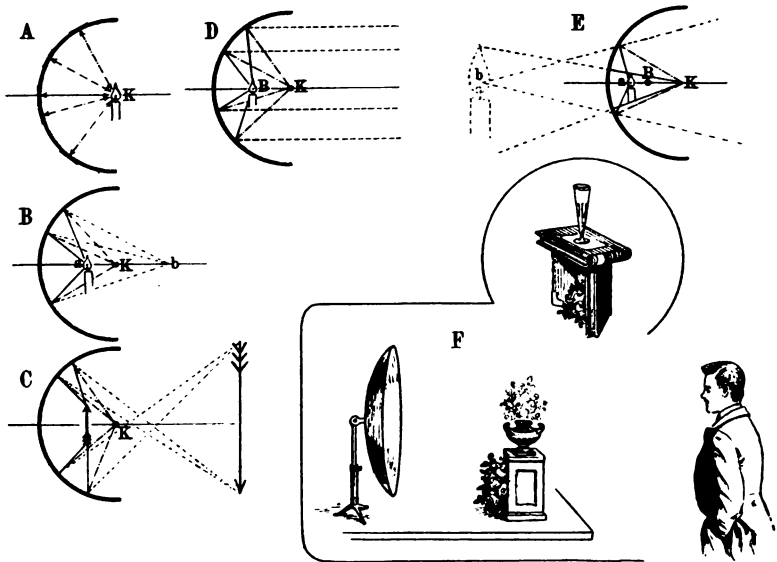

Fig. 71. Erscheinungen am Hohlspiegel.
Zieht man, wie es auf Fig. 71 (s. S. 292) mehrfach geschehen ist, auf einem Blatt Papier eine horizontale Linie, setzt irgendwo auf ihr mit dem Zirkel ein und schlägt einen halben Kreisbogen, durch dessen Mitte die Linie geht, so kann dieser als die Schmittlinie durch einen kugeligen Hohlspiegel gedacht werden. Stellt man sich die hohle Halbkugel aus Glas vor und auf der Außenseite versilbert, so wird sich offenbar jeder Gegenstand an der Innenseite spiegeln müssen. Es braucht darum natürlich der Spiegel nicht eine volle Halbkugel zu sein, jedes kleinste Glas ist ein Hohlspiegel, wenn es nur das Stück einer Kugelschale ist.
Der Punkt *K*, um den wir den Spiegel mit einem gewissen Radius konstruiert haben, heißt der Krümmungsmittelpunkt desselben und hat offenbar für ihn eine ganz besondere Bedeutung. Denn bringt man in ihm ein Licht an, so sieht man wohl (Fig. 71 A), daß alle von ihm ausgehenden Strahlen senkrecht auf die Spiegelfläche fallen und von diesen wissen wir bereits, daß sie wieder in derselben Richtung zurückgeworfen werden und sich daher in dem Licht wieder vereinigen müssen. Beobachten wir nun die Veränderung der Strahlenrichtung bei der Annäherung des Lichtes an den Spiegel, wobei wir annehmen wollen, daß sie auf der zuerst gezeichneten geraden Linie, der sogenannten optischen Achse des Spiegels, geschehe. Jedenfalls fallen die Strahlen nun nicht mehr senkrecht, sondern schief auf die Spiegelfläche und werden nicht mehr nach der Lichtquelle zurückgeworfen. Ihr Gang läßt sich aber leicht bestimmen,
wenn man das Reflexionsgesetz, daß jedenfalls der Einfallswinkel gleich dem Ausfallswinkel sein müsse (S. 276), berücksichtigt. Das erforderliche Einfallslot im Fußpunkte eines jeden Strahles, von denen wir der Übersichtlichkeit wegen nur drei zeichnen (B), ist schnell hergestellt. Es ist ja nichts anderes als die Verbindungslinie (---) des Krümmungsmittelpunktes *K* mit dem Fußpunkt der einfallenden Strahlen. Strahl und Lot bilden zusammen den Einfallswinkel, den wir auf der anderen Seite des Lotes nur noch einmal anzutragen haben, um sogleich die Richtung des reflektierten Strahles (---) zu erhalten. Man sieht dann sofort zweierlei, daß nämlich einmal alle reflektierten Strahlen sich in ein und demselben Punkte schneiden und dann, daß der Schnittpunkt auf der optischen Achse und außerhalb des Krümmungsmittelpunktes liegt. Wo aber reflektierte Strahlen sich schneiden, da wissen wir wohl, entsteht nach den für jede Spiegelung gültigen Gesetzen ein Bild der Lichtquelle, nur daß sich bei einem ebenen Spiegel die Strahlen hinter dem Spiegel schneiden, bei einem Hohlspiegel vor ihm (S. 277). Mit dem Hohlspiegelbilde hat es daher auch seine eigene Verwandnis: es liegt in einiger Entfernung vor dem Spiegel frei in der Luft und läßt sich dort greifen. Wirklich, halten wir an die angegebene Stelle ein Stück Papier, so erscheint auf ihm eine deutliche Abbildung der Kerze, aber auf dem Kopfe stehend. Wiederum ein Unterschied gegen den gewöhnlichen Spiegel. Es ist aber leicht einzusehen, warum das Bild ein verkehrtes ist, und es lohnt sich für unsere Leser schon, einmal Zirkel und Lineal zur Hand zu nehmen und sich ebenfalls davon zu überzeugen. Sie werden sich bei dieser Gelegenheit daran erinnern, daß jeder Punkt eines beleuchteten Körpers, wenn dieser nicht gerade schwarz ist, eine strahlenaussendende Lichtquelle darstellt. So sendet denn auch der auf der Darstellung *C* (Fig. 71) in den Hohlspiegel gezeichnete aufrechte Pfeil von allen seinen Punkten Lichtstrahlen aus. Wir betrachten nur seine Spitze und seinen Fuß und zeichnen von beiden Punkten aus Strahlen nach dem Spiegel. Es wird unseren Lesern ein leichtes sein, nach den gegebenen Regeln, durch Konstruktion des Einfallswinkels
Was mag nun wohl geschehen, wenn die Lichtquelle dem Hohlspiegel noch über den Brennpunkt hinaus genähert wird? Auch diese Frage wollen wir beantworten. Die Strahlenkonstruktion nach unserem bewährten Rezept (Fig. 71, E) ergibt ein Auseinanderlaufen der reflektierten Strahlen. Von einem Schnittpunkt und einem Bilde vor dem Spiegel kann mithin gar keine Rede sein. Unsere Leser werden sich aber erinnern, daß wir bei
Fig. 71, F zeigt die Anordnung der Apparate für eine optische Erscheinung (früher nannte man derartige Erscheinungen Phantasmagorien), welche die Anwesenheit eines Blumenstraußes in einer Vase dem in einiger Entfernung vor dem Spiegel stehenden Beschauer vortäuscht. Es steht aber nur eine leere Vase auf dem Postament und der Blumenstrauß, dessen Bild durch Schiefriechung des Spiegels über der Vase erscheint, hängt an der Rückseite des Postaments. Die Täuschung ist so vollkommen, daß man seinen